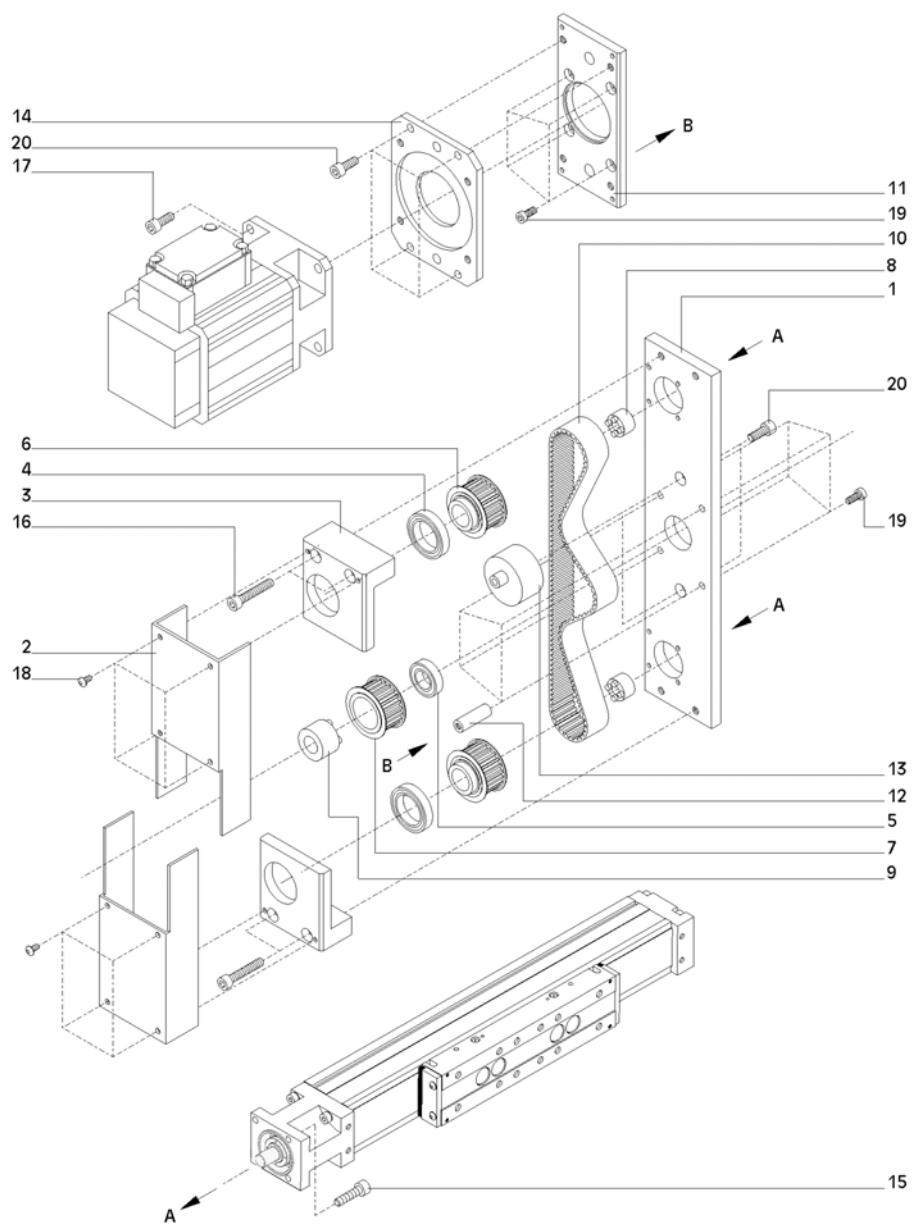

Bild 12: Parallelriementrieb PRT40
1. **Bild 12:** Die Lineareinheiten mit den Zylinderschrauben (15) an der Grundplatte (1) befestigen.
2. Die Synchronscheiben (6) mit den Spannsätzen (8) an den Antriebszapfen der Lineareinheiten befestigen. Abstand zwischen Synchronscheiben und Grundplatte 1 mm.
1. **Bild 12:** Den Zahnrämen mit den Exzenterspannrollen spannen (Spanndrehmoment der Spannrollen 6 Nm).
2. Die Blechabdeckungen (2) mit den Linsenschrauben (18) befestigen.